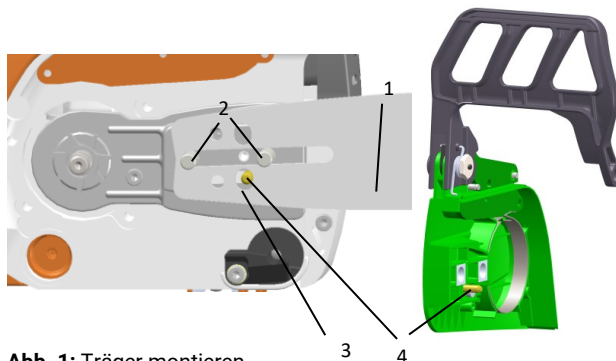

Abb. 1: Träger montieren
- > Setzen Sie das Schwert (1 – Abb. 1) entsprechend einem Sägeschwert zwischen die Schrauben (2 – Abb.1).
- > Die Bohrung (3 – Abb.1) im Träger muss in den Mitnehmer vom Kettenspanner gesetzt werden. Dieser ist abhängig vom Motorsägentyp motorseitig oder im Deckel (4 – Abb.1) montiert.